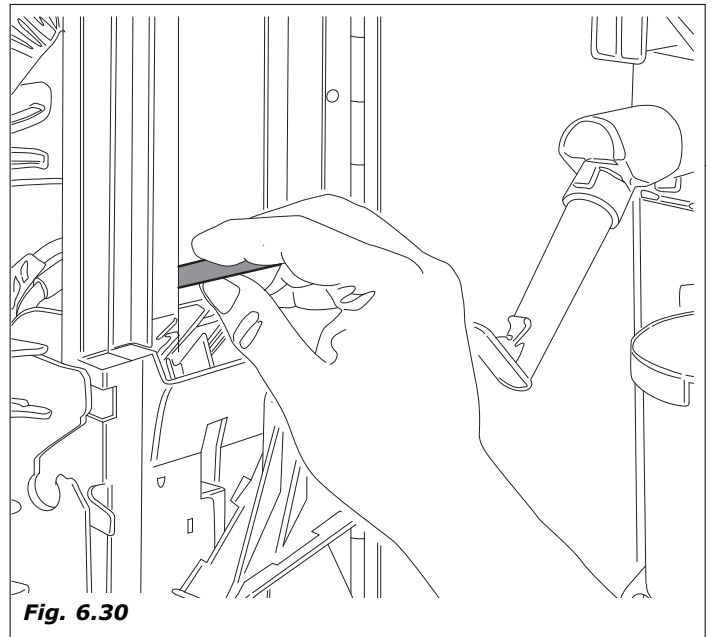

Fig. 6.30
- Enlevez le contrepoids en métal de la colonne (figure 6.30).